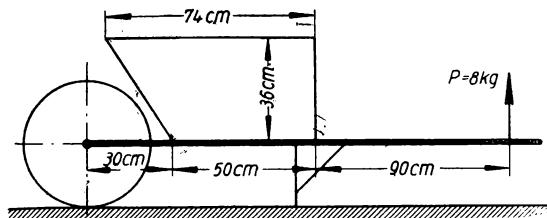

Bild 152
- 286.** Eine Schubkarre von den gegebenen Maßen (Bild 152) hat 36 kg Eigen gewicht. Zum Anheben der leeren Karre ist an den Handgriffen am Ende der waagerechten Traghölme eine senkrechte Kraft 8 kg erforderlich. a) Wie groß ist die Belastung des Rades beim Anheben der leeren Karre? b) Wieviel Kilogramm Erde